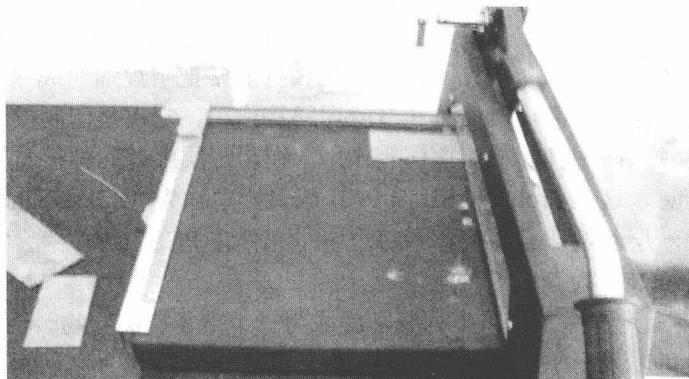

图 0-7 单面基板剪裁
(1) 单面印制板工艺流程 单面基板剪裁（图 0-7）→钻孔→图形转移→蚀刻→半成品检验→网印阻焊油墨→喷锡→外形加工→成品检验→包装运输。